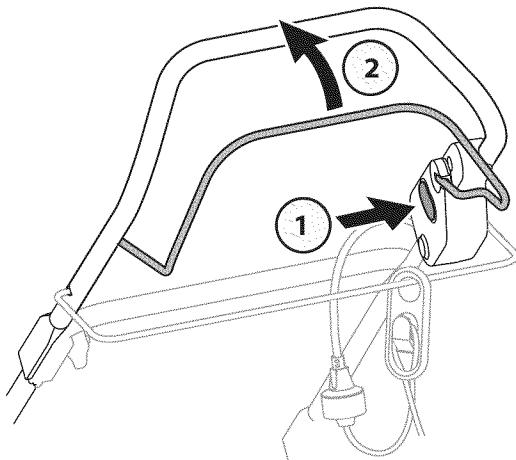

Figura 11
3. Oprima el botón arrancador (rojo) y manténgalo oprimido. Vea la Figura 11.
4. Mientras mantiene oprimido el botón arrancador, gire la manija de control del motor/cuchilla hacia arriba contra la manija superior para arrancar el motor y enganchar la cuchilla. Vea la Figura 11.